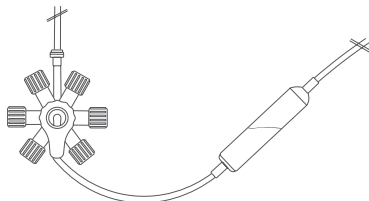

Fig. 1 Cebado de la cámara de goteo
3. Cuando proceda, cierre el puerto de ventilación del punzón (1).
4. Compruebe que la empuñadura del RondelO (7) esté en una posición de Lavado.
5. Cierre la pinza de rueda (9) del equipo intravenoso principal RondelO.
8. Sujete la cámara de goteo (8) boca abajo y colóquela en el mismo nivel que el RondelO, abra la pinza de rueda (9) del equipo intravenoso y llene la cámara de goteo como se muestra en la Fig. 1.